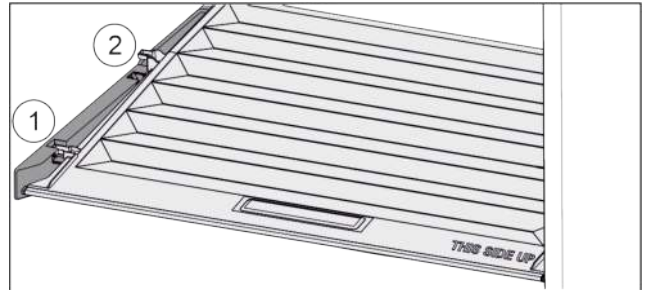

Fig. 81
- ▶ Deckel bis zur Öffnung in den Halteteilen nach vorne ziehen Fig. 81 (1).
- ▶ Hinten von unten anheben und nach oben wegnehmen Fig. 81 (2).